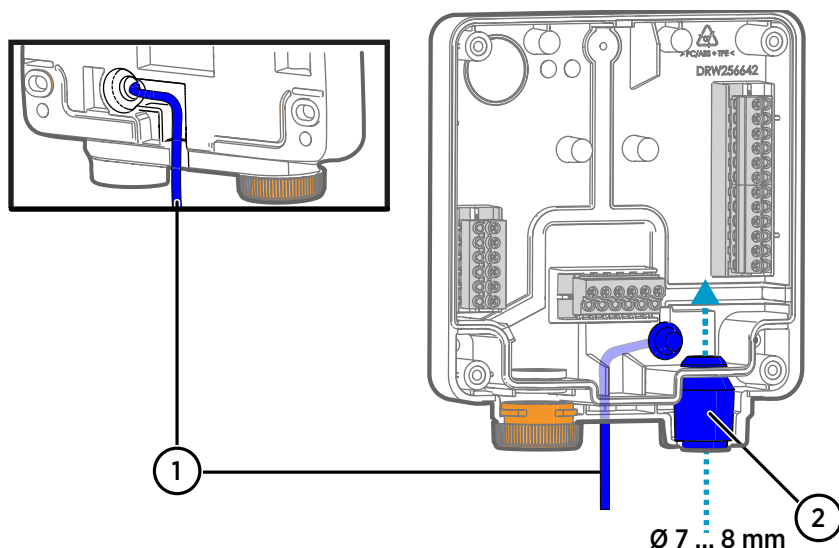

图 25 Indigo200 接线选项
- 如图 25 (第 69 页) 中所示，将电缆嵌入数据处理单元背面的凹槽内，并根据需要连接应力消除器。